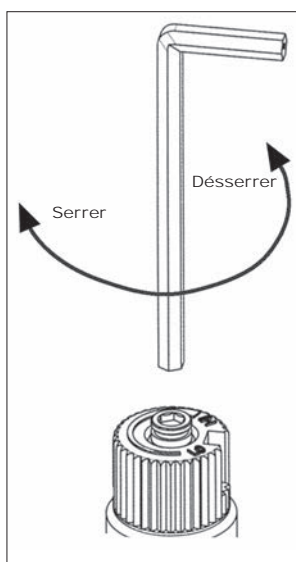

Figure 15: Enlever la vis de la vanne.
- b) Insérez dans la clavette une clé hexagonale de 5/32 po (4 mm) (illustré dans la figure 15) et tournez-le en sens antihoraire pour le libérer.